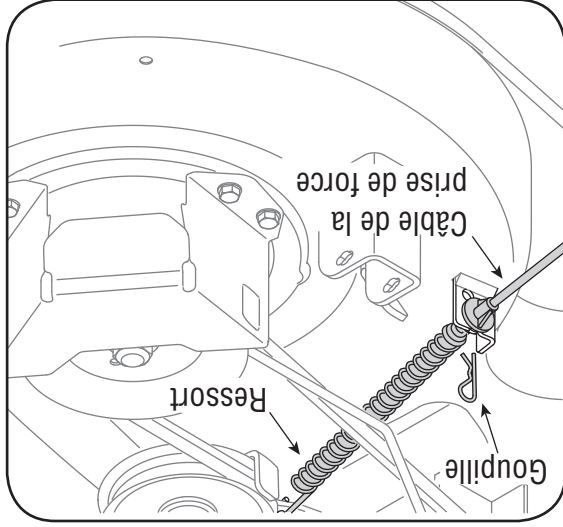

Figure 6-3
3. Enlevez la goupille épinglée qui maintient le câble de la prise de force sur l'arrière du plateau de coupe. Voir la Figure 6-3. Retirez le câble de la prise de force et le ressort annexe du plateau de coupe.